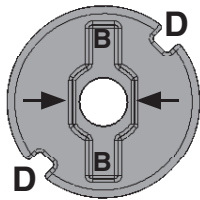
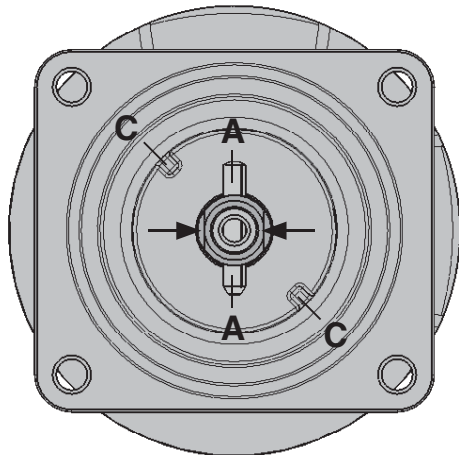

Bild 1
Bild 2
3. Bedämpfungsstück **b** muss mindestens zu 2/3 sichtbar sein, siehe Abbildung 2.
Als Verdrehsicherung der Antriebsspinde ist ein Zweiflach (Pfeile Bild 2) am Spindelende. Bei der Montage des Druckstückes muss der Zweiflach mit der Aussparung am Druckstückrücken (Pfeile Bild 1) übereinstimmen.